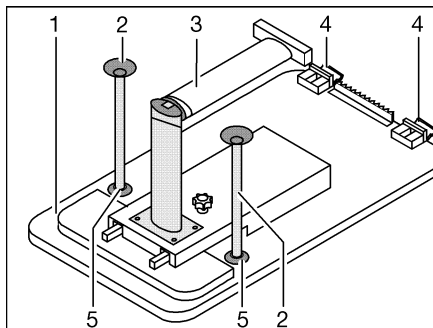

Bild 96 Sängbotten
- Lyft upp bordsskivan (Bild 96,1) något framtill.
- Lossa bordsbenet (Bild 96,3) vid ledgången och fäll in det.
- Sväng upp bordsskivan ca 45° och haka loss hållarna (Bild 96,4) ur den övre skenan.
- Sätt, beroende på modell, in de två extra stödbenen (Bild 96,2) i fästena (Bild 96,5) på bordsskivans undersida.